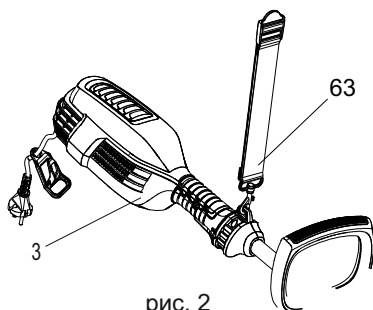

рис. 2
В комплект поставки устройства входит плечевой ремень (63) (рис. 2). Для крепления ремня вставьте карабин в проушину (68).